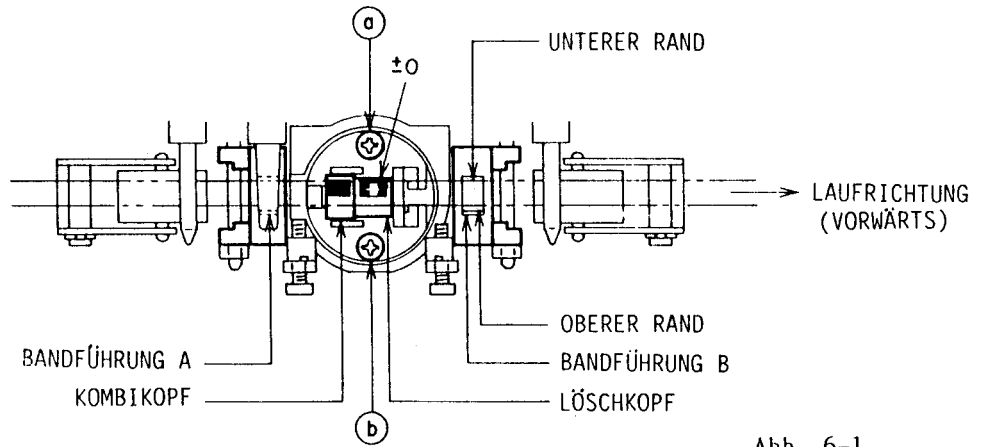

Abb. 6-1
6-1 BANDFÜHRUNGS-EINSTELLUNG (Siehe Abbildung 6-1 und 6-4)
- 5) Ein evtl. erforderlicher Kopfaustausch wird leicht gemacht, indem man nur die Schrauben (a) und (b) in Abbildung 6-1 löst.